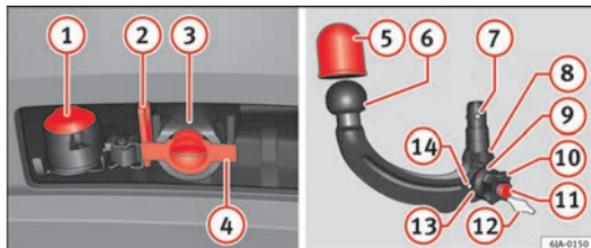

Fig. 114 Suporte do dispositivo de engate para reboque/barra de cabeça esférica
Legenda da ⇒ Fig. 114:
- Retire a tampa do orifício do casquilho de fixação ④ ⇒ Fig. 114 puxando para baixo.
- Coloque a tampa do orifício do casquilho de fixação **4** ⇒ Fig. 114.